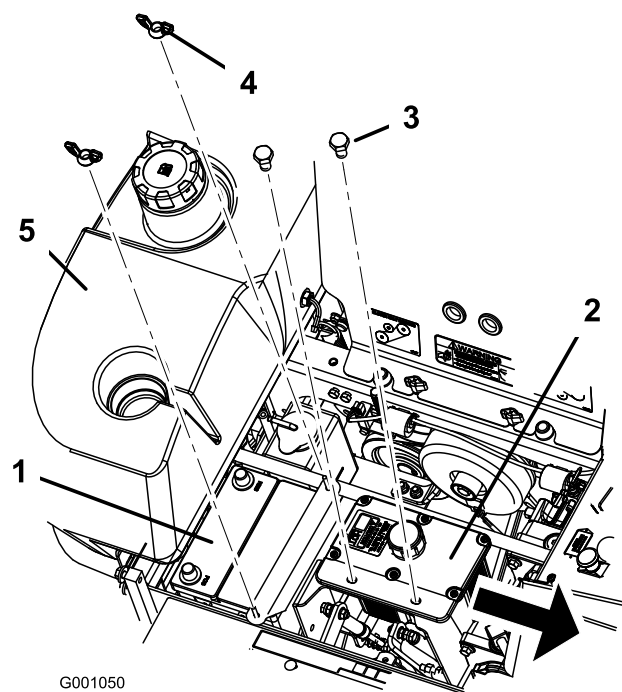

Figura 46
1. Posizionate la batteria nel vassoio, con i poli in posizione opposta al serbatoio idraulico (Figura 46).
6. Fissate la batteria con bulloni a J, il morsetto fissatore e due rondelle (1/4 poll.) e due dadi ad alette (1/4 poll.) (Figura 46).